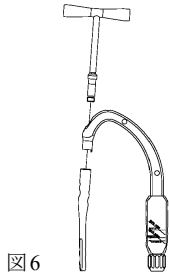

図6
- 4) ネイルとターゲットデバイスをネイル接続ネジでネイル接続ネジ用 T レンチを用いて確実に固定します。(図6)